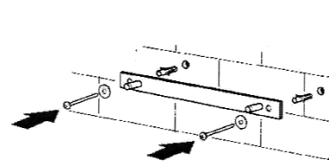

FIG.8
2. Vissez le support (14) au mur. FIG 8